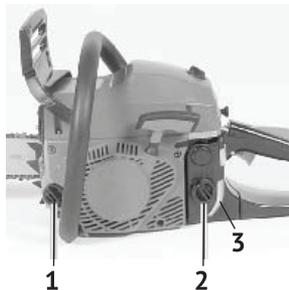

рис.3
- отвернуть пробку маслобака (рис.3 поз.1);
- открыть крышку бака (рис.3 поз.2) и залить приготовленную смесь.